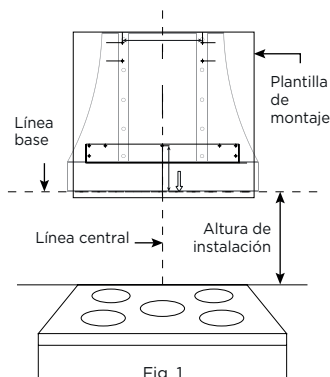

Fig. 1
1. Determine la altura de instalación (consulte manual de instalación de la campana) y trace en la pared una línea horizontal (línea base) a la altura de montaje requerida. (Fig. 1). -30" para cocinas de gas. -24" para cocinas eléctricas.